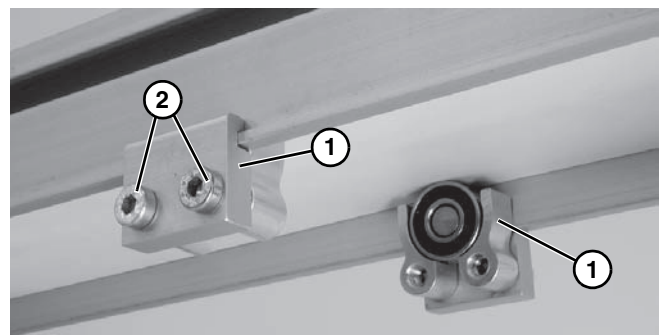

Figure 14
3. Instale los conjuntos de rodillos (**Figure 14, item 1**) como se muestra. Apriete los tornillos (**Figure 14, item 2**) a 60 in-lb (7 Nm).